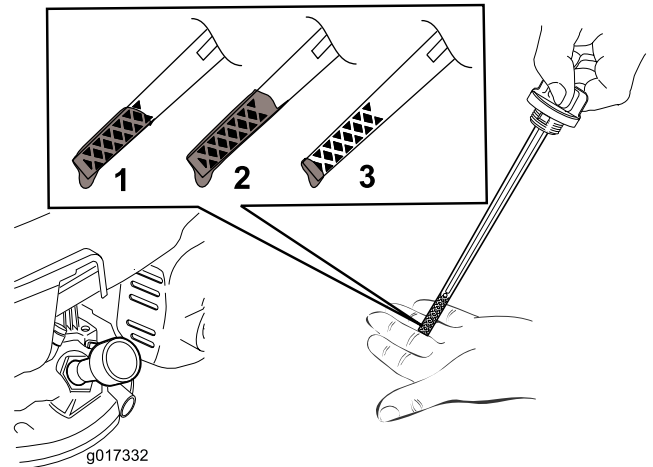

Bild 12
5. Siehe Bild 12, wie Sie den richtigen Ölstand am Peilstab ablesen.
Hinweis: Füllen Sie das Motorkurbelgehäuse mit Öl, bis der Peilstab angibt, dass der Ölstand im Motor richtig ist, wie in Bild 12 abgebildet. Wenn Sie zu viel Öl in den Motor füllen, lassen Sie etwas Öl ab, wie in Wechseln des Motoröls \(Seite 16\) angegeben.